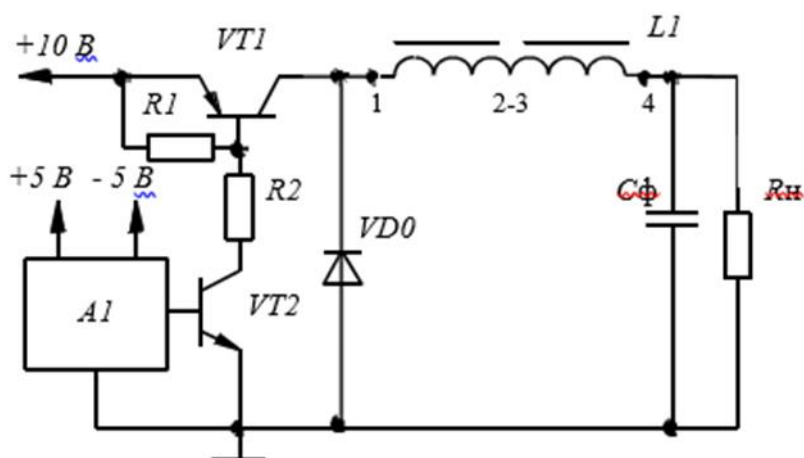

Рис. 1
Ознакомиться с теоретическими сведениями и методикой расчета ППН, схема которого приведена на рис.1. Рассчитать требуемые параметры и выбрать из справочника элементы силовой части преобразователя (ключ  $VT1$ , диод и конденсатор фильтра). Рассчитать КПД преобразователя учитывая потери в ключе, диоде и дросселе. При расчете принять следующие параметры:
3.1. Собрать на стенде схему регулятора постоянного напряжения в соответствии с рис.1
- 5.3. Что произойдет в схеме, если две обмотки дросселя включить не со-гласно, как на рис.1, а встречно?